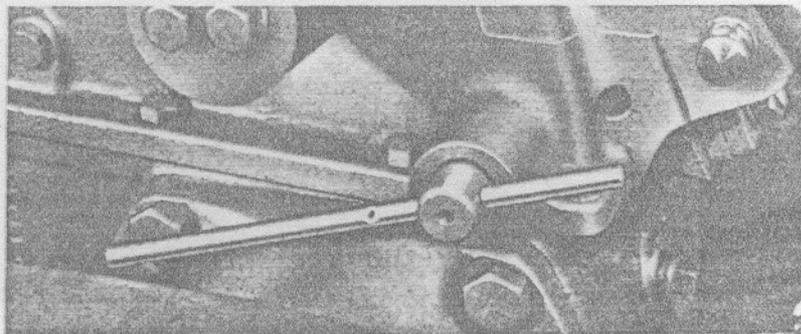

Fig. 56
- Placer la manette de commande dans l'encoche 1 du secteur pour relever le contre-poids. Verrouiller en abaissant le levier situé à l'AR gauche du couvercle de relevage (fig. 56).
- Les bras de relevage et le crochet automatique étant à la position transport, engager le verrouillage (voir fig. 56).